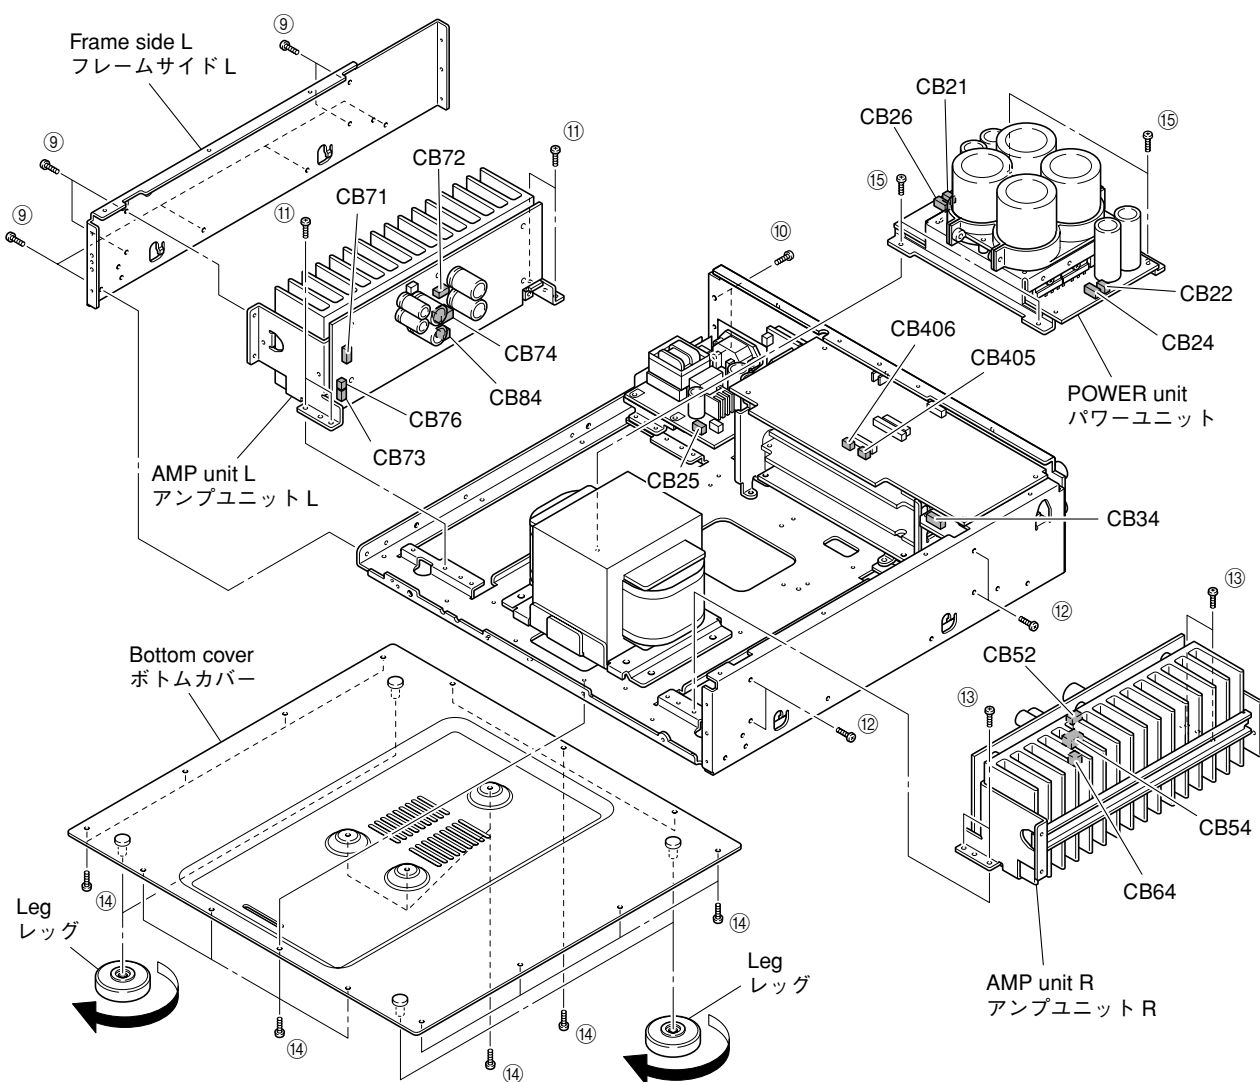

Fig. 5
- Remove 8 screws (9) and 2 screws (10). (Fig. 5)
- Remove the frame side L. (Fig. 5)
- Remove 4 screws (11). (Fig. 5)
- Remove CB71-74, CB76, CB84 and CB406. (Fig. 5)
- Remove 4 screws (12) and 4 screws (13). (Fig. 5)
- Remove CB52, CB54, CB64 and CB405. (Fig. 5)
- ⑨のネジ8本、⑩のネジ2本を外します。(Fig. 5)
- フレームサイドLを取り外します。(Fig. 5)
- ⑪のネジ4本を外します。(Fig. 5)
- CB71-74、CB76、CB84、CB406を外します。(Fig. 5)
- ⑫のネジ4本、⑬のネジ4本を外します。(Fig. 5)
- CB52、CB54、CB64、CB405を外します。(Fig. 5)
- Remove 4 legs. (Fig. 5)
- Remove 18 screws (14). (Fig. 5)
- Remove the bottom cover. (Fig. 5)
- Remove 4 screws (15). (Fig. 5)
- Remove CB21-22, CB24-26 and CB34. (Fig. 5)
- Remove the power unit. (Fig. 5)
- レッグ4個を外します。(Fig. 5)
- ⑭のネジ18本を外します。(Fig. 5)
- ボトムカバーを取り外します。(Fig. 5)
- ⑮のネジ4本を外します。(Fig. 5)
- CB21-22、CB24-26、CB34を外します。(Fig. 5)
- パワーユニットを取り外します。(Fig. 5)